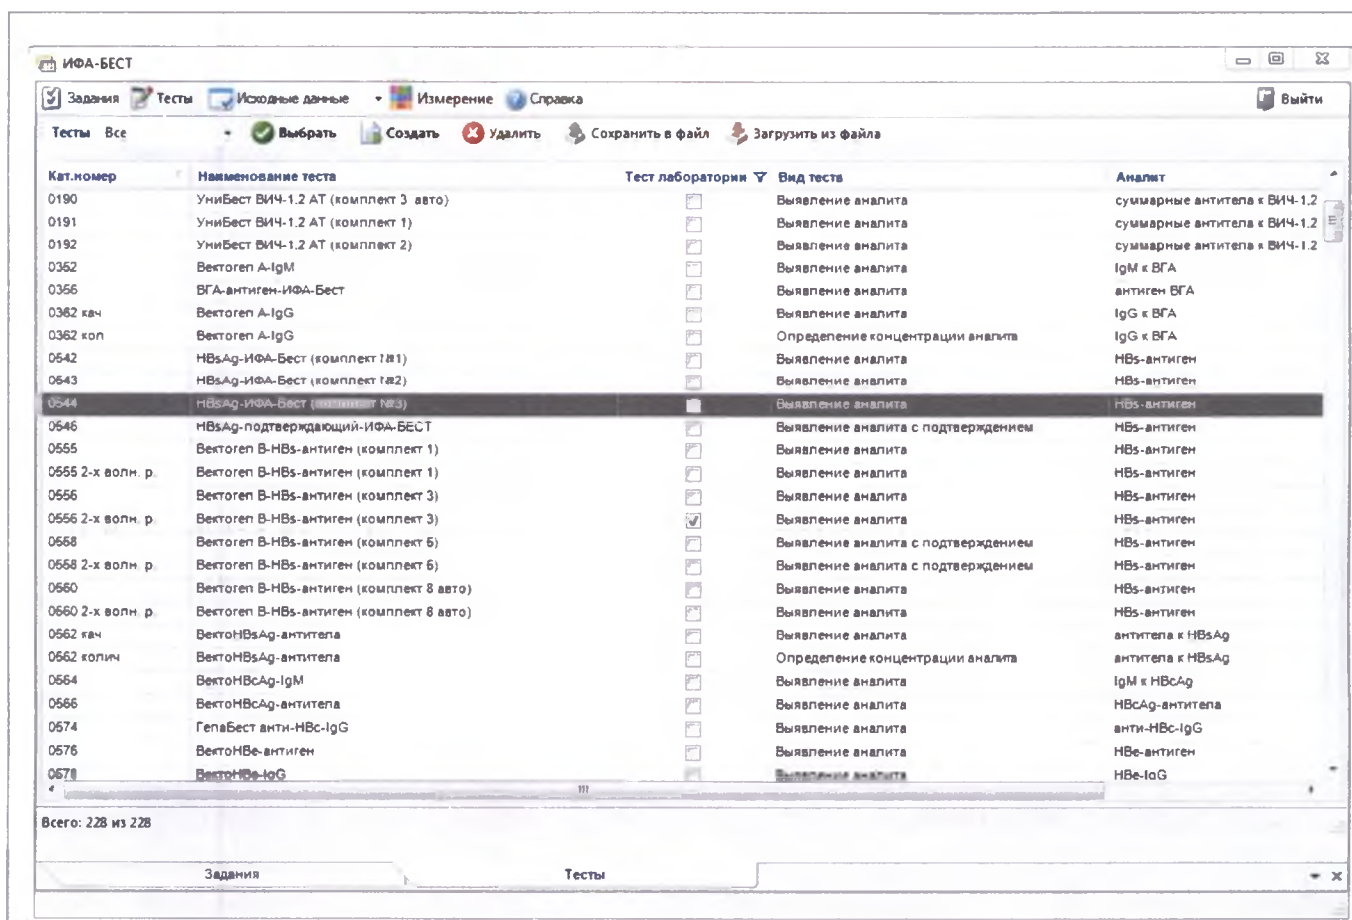

Рисунок 8
6.5.4 Далее надо определить тесты, используемые в лаборатории. Для этого необходимо войти в список всех тестов (из меню **Тесты** или просто переключившись на соответствующую вкладку) и выбрать «**Все**» в раскрывающемся списке с надписью «**Тесты**» (см. рисунок 8).